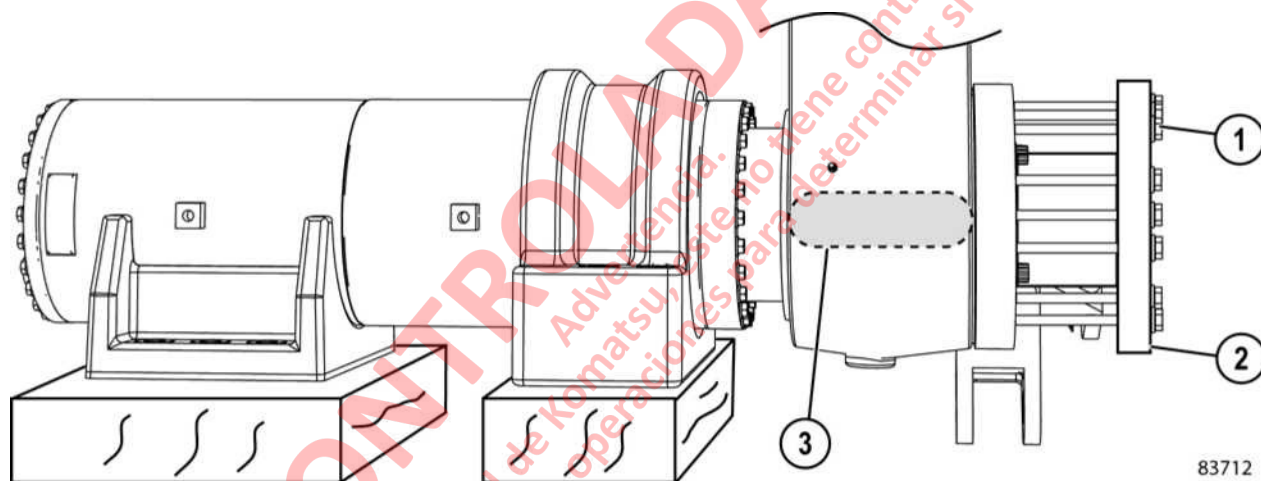

FIGURA 3-6. INSTALACIÓN DE HERRAMIENTA EMPUJADORA
1. Coloque el conjunto de suspensión y el eje en el piso de trabajo como se muestra en la figura 3-6. El peso combinado del eje, carcasa y freno y suspensión frontal es de aproximadamente 375 kg (20.665 libras). Asegúrese que el dispositivo de elevación puede manejar la carga con seguridad.
3. Instale la herramienta de empuje (2, figura 3-6) con pernos y arandelas (1) especificado a continuación:
5. Si se alcanza el torque especificado y las partes no se han separado, afloje ligeramente los pernos y lenta y uniformemente aplique calor al eje como se muestra (3, figura 3-6). El Calor se debe aplicar en dos lugares separados a 180 grados. Permita que el calor penetre en el eje. Reaplique Calor según sea necesario. **No exceda 454 ° C (850 ° F) en cualquier lugar en el eje.**